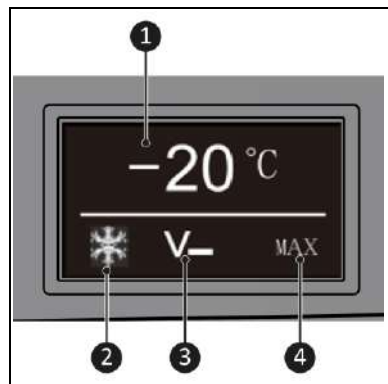

Figure 4
- Température (Figure 4, pos. 1) montre la température réglée ou actuelle dans l'appareil (Celsius ou Fahrenheit).
- Refroidissement (Figure 4, pos. 2) montre si l'appareil refroidit activement.
- Protection batterie (Figure 4, pos. 3) montre le mode de protection de la batterie sélectionné actuellement (faible, moyen ou haut).
- Capacité de refroidissement (Figure 4, pos. 4) montre la capacité de refroidissement (MAX ou ECO).